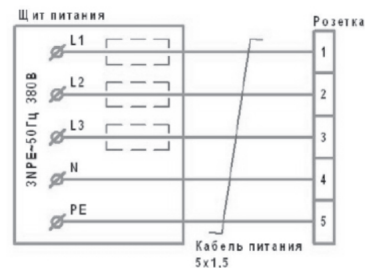

Рис. 5
**6.4** Для защиты электропроводки от перегрузок подключение к стационарной электросети осуществляется через автоматический выключатель 16А. Кабель питания и сетевую розетку подключить в соответствии со схемой подключения (Рис. 5). Сечение жил кабеля питания должно быть не менее 1,5 мм2 (для медной жилы).